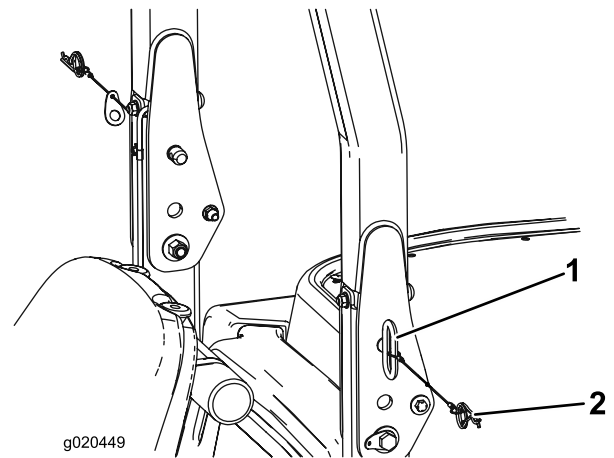

Figure 55
1. Pour abaisser l'arceau de sécurité, retirez les goupilles fendues et les deux axes (Figure 55).